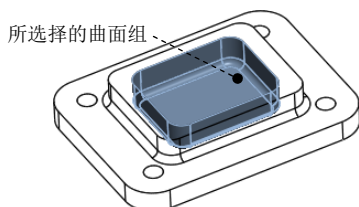

图 19.3.45 选取的曲面组
Step4. 在系统弹出的 **▼ SURF PICK (曲面拾取)** 菜单中依次选择 **Model (模型)** **Done (完成)** 命令，在系统弹出的 **▼ SELECT SRFS (选择曲面)** 菜单中选择 **Add (添加)** 命令，然后选取图 19.3.45 所示的凹槽的四周侧面以及底面，选取完成后，在“选择”对话框中单击 **确定** 按钮，最后选择 **Done/Return (完成/返回)** 命令，完成 NC 序列的设置。